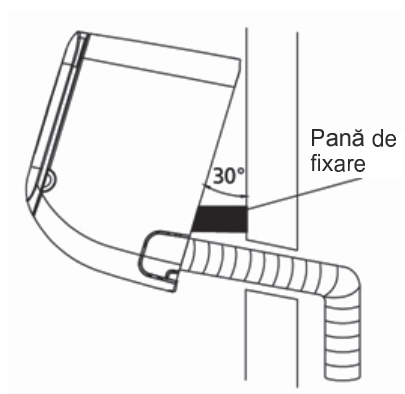

Fig. 3.13
2. Utilizați o consolă sau o pană de fixare pentru a susține unitatea, acordându-vă suficient spațiu pentru a conecta conducta de agent frigorific, cablul de semnal și furtunul de scurgere. Consultați Fig. 3.13 ca și exemplu.